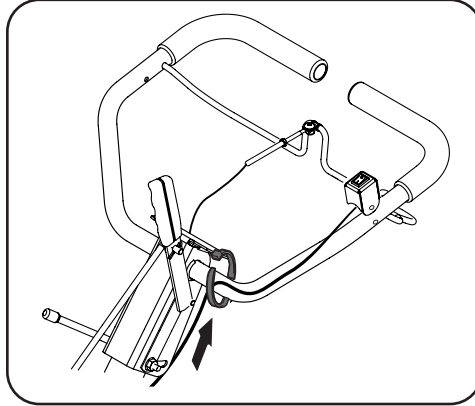

Figura 2-5
3. Dirija el cable por el lado izquierdo de la manija y asegúrelo con un precinto en la parte inferior de la manija. Consulte la Figura 2-5.